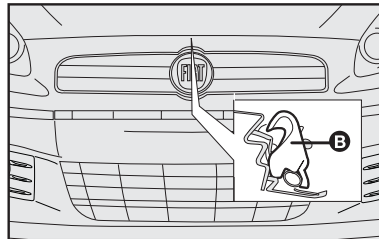

fig. 109
- 2) Tire la traba **A**-fig. 109, ubicada sobre la rejilla frontal, por debajo del capó, como indicado por la flecha.